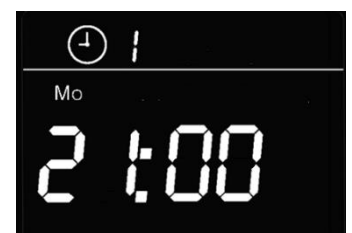

Abbildung 6 - SC Preheater
- ↵ Taste drücken, um Vorwahlzeit zu aktivieren: Vorwahlzeitsymbol und Speicherplatz erscheinen im Display (Abbildung 6)